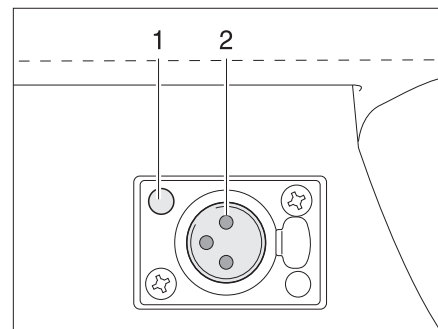

Fig. 107 Caja de enchufe
- Insertar el enchufe en el pie de la lámpara enchufable en la caja de enchufe (Fig. 107,1), hasta que engatille audiblemente. Prestar atención a la posición de los contactos (Fig. 107,2).